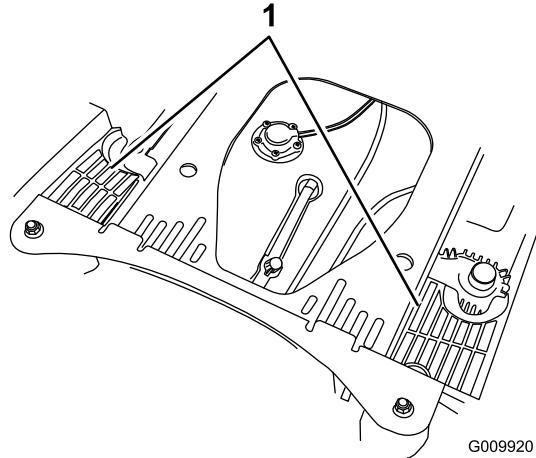

Figura 75
4. Limpie cualquier residuo o hierba de las cubiertas de la unidad hidráulica (Figura 75).